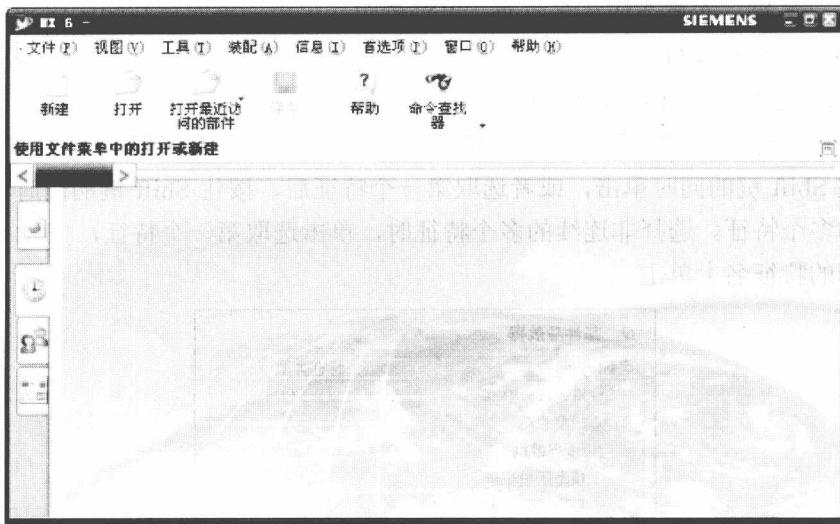

图 1.2 UG NX 6 中文版启动界面
- (1) 双击桌面上 UG NX 6 的快捷方式图标，便可启动 UG NX 6 中文版。
- (2) 选择“开始”|“所有程序”|“UGS NX 6”|“NX 6”命令，启动 UG NX 6 中文版。UG NX 6 中文版启动界面如图 1.2 所示。